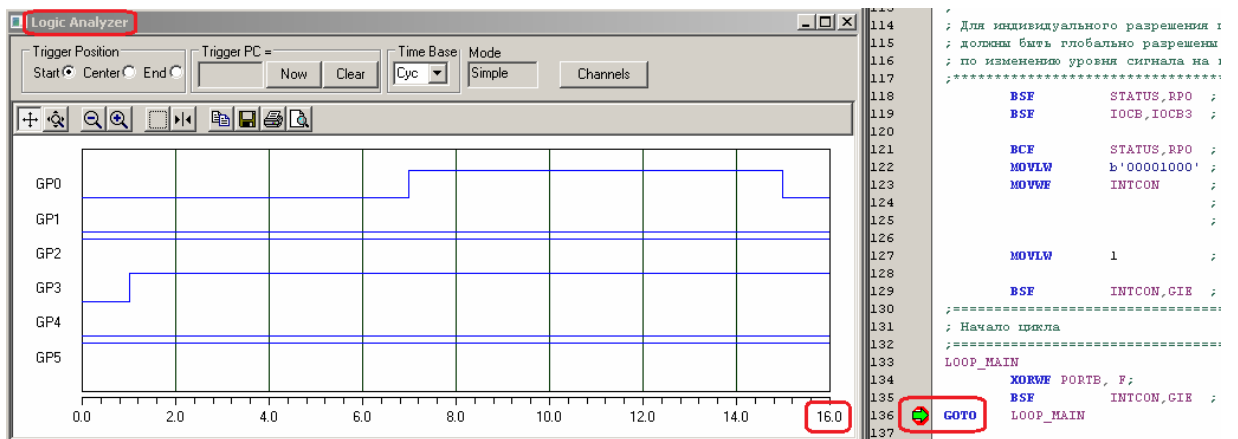

Рис. 34. Определение времени выхода на точку останова.
- Запустите непрерывное выполнение программы (см. команду на Рис) и в окне Logic Analyzer определите время окончания первого цикла (Рис. 34).